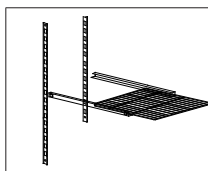

Figura 2
- Collocate internamente i supporti dei ripiani all'altezza e secondo la quantità desiderata, per le modalità di collocamento vedi Figura 2.
- Inserite il ripiano sulle guide come indicato in figura (Figura 2)